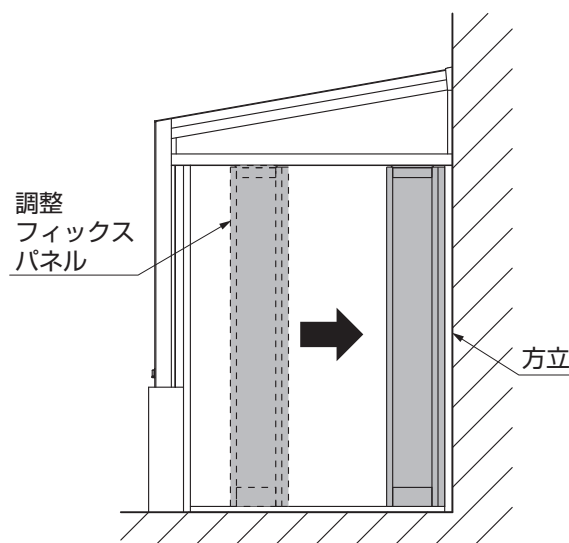

図1-9
- ①調整フィックスパネル、フィックスパネルを側面に建込んでください。
- ②調整フィックスパネルを方立に差込んでください。(図1-9参照)